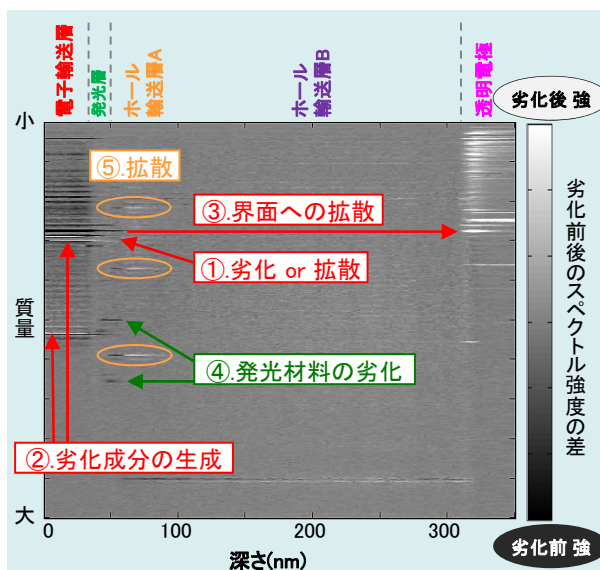

図1 劣化解析のMSDM
■ 図1に、有機ELデバイスの劣化解析結果をMSDM表示にしたものを示します。